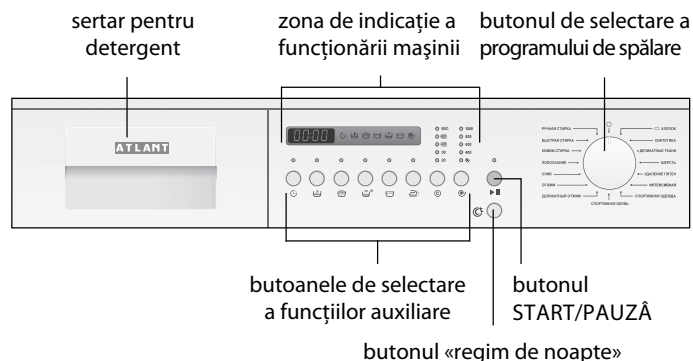

Figura 1 – Panoul de comandă
1.1.1 Elementele de comandă a mașinii sunt prezentate în figura 1. Butonul de selectare a programului (în continuare numit - Selector), butonul ►|| (START/PAUZĂ), butonul de regim de noapte , și denumirile butoanelor de selectare a funcțiilor auxiliare sunt prezentate în figurile 2, 3.